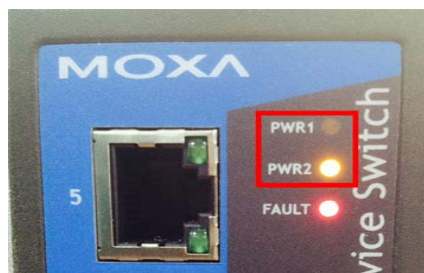

Рис. 16
2.4 В случае отключения одного из вводов питания на коммутаторе погаснет один из индикаторов (Рис. 16).